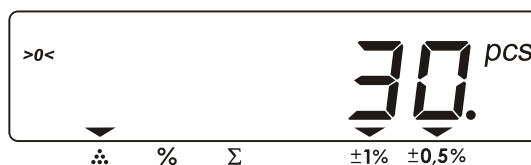

Рисунок 34. Показания дисплея при заданных параметрах счетного режима.
- после того как на дисплее загорится световой треугольник напротив значка счетного режима (это значит, что параметры для счетного режима заданы), можно снять товар с весов (см. Рисунок 34):